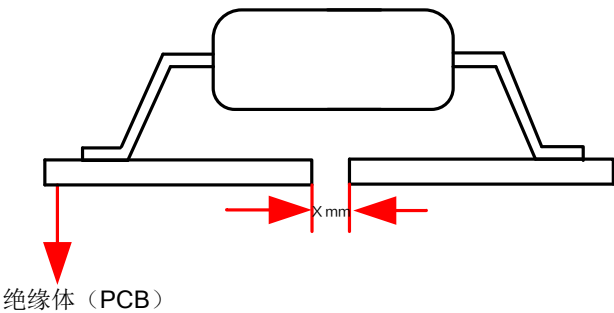

图 2. PCB 横截面
- （1）PCB 开槽：在导电路径之间铣出凹槽（见图 2），可以增加沿表面的爬电距离。槽宽需满足最小值（如污染等级 2 需≥1.0mm）（见表 2）。此法只增加爬电距离，不影响电气间隙。